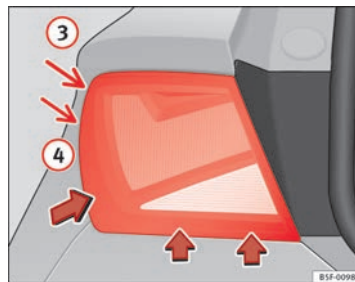

Fig. 152 Dépose du feu arrière sur l'aile
- Basculez le feu dans le sens des flèches jusqu'à ce qu'il quitte son logement (positions ③ et ④) ⇒ fig. 152.